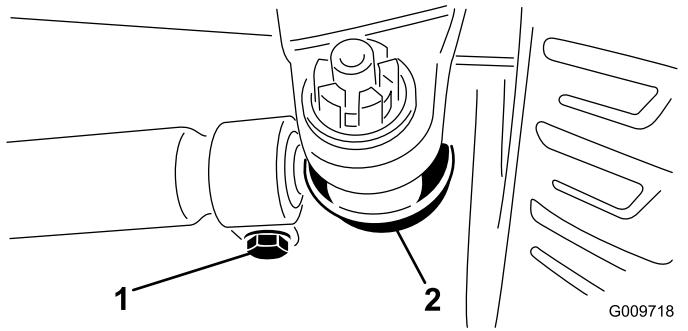

図 69
2. 調整が必要な場合は、タイロッドのボールジョイントのコッターピンとナットを外す **図 69**。次に、タイロッドのボールジョイントをアクスルケースのサポートから外す。
3. タイロッド両側のクランプをゆるめる図 69。